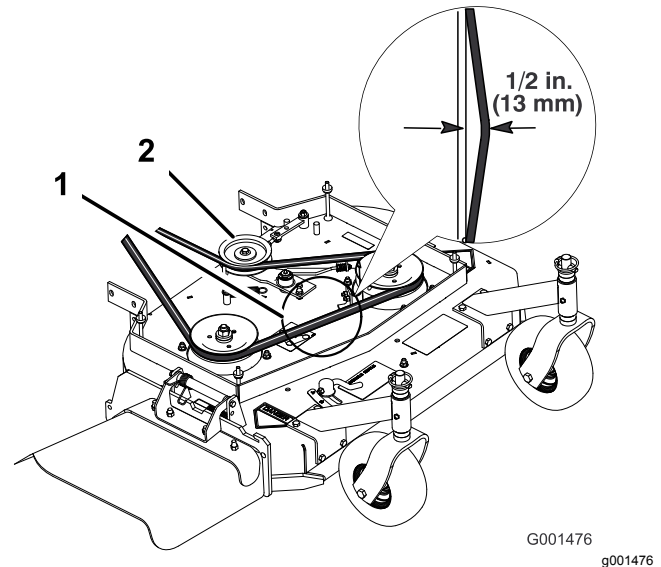

Figure 41
Remarque: La tension correcte de la courroie du tablier de coupe se situe entre 44 à 67 N·m (10 à 15 pi·lb) avec une flèche de 13 mm ($\frac{1}{2}$ po) à mi-chemin entre les poulies (Figure 41).
- Desserrez le contre-écrou sur le tendeur (Figure 41).
- Tournez le tendeur vers l'avant de la machine pour réduire la tension sur la courroie (Figure 41).
Remarque: La tension correcte de la courroie du tablier de coupe se situe entre 44 à 67 N·m (10 à 15 pi-lb) avec une flèche de 13 mm (½ po) à mi-chemin entre les poulies (Figure 41).